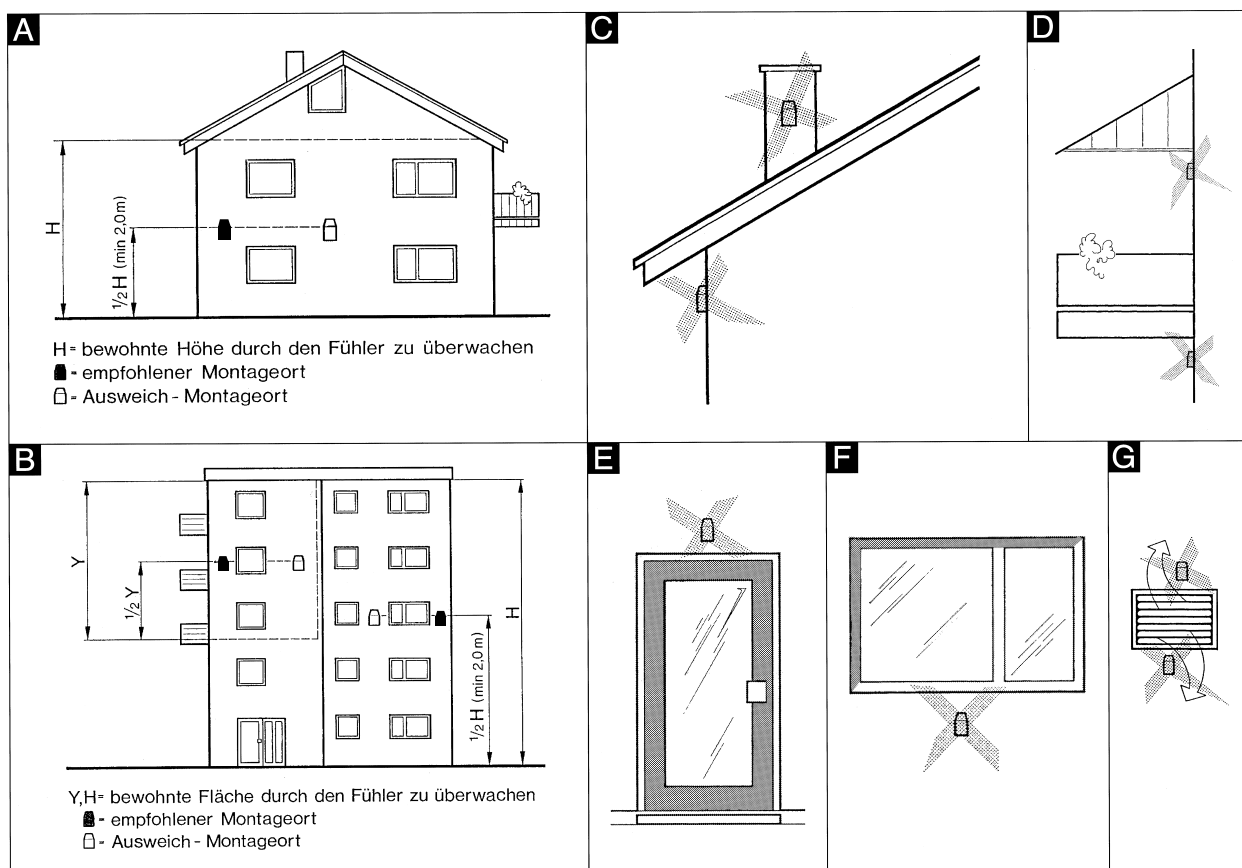

Bild 49
- Optimale Montagehöhe: (vertikale) Mitte der von der Anlage beheizten Höhe (H 1/2 im Bild 49).
- Keine Beeinflussung durch Fenster, Türen, Kamine, direkte Sonneneinstrahlung o. ä. (Bild 49).
- Keine Nischen, Balkonvorbauten und Dachüberhänge als Montageort (Bild 49).